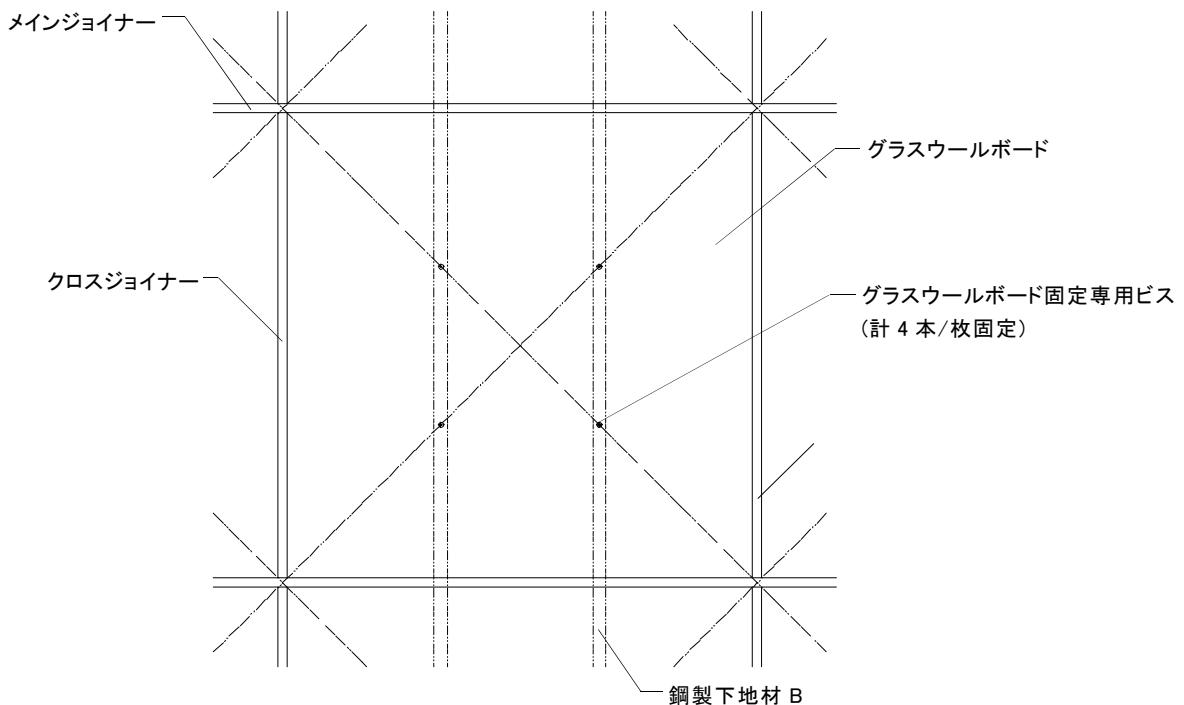

図 2-5-1 ガラスウールボードのビス固定
- ①ガラスウールボードは鋼製下地材 B にガラスウールボード固定専用ビス(2 本/本かつ計 4 本/枚)で固定する。なお、意匠上、固定位置は均等間隔であることが望ましい。(図 2-5-1 参照)